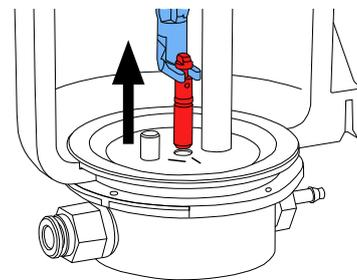

Fig. 12
- Saisir la buse de dosage avec l'outil et la retirer en tirant vers le haut (Fig. 12).